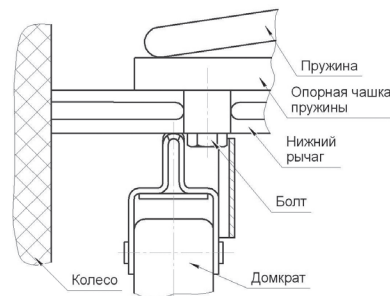

Рис. 4 Схема установки домкрата для снятия переднего колеса
- для снятия переднего колеса подставьте домкрат под болт крепления чашки пружины к нижнему рычагу передней подвески (рис. 4), для снятия заднего колеса подставьте домкрат под балку заднего моста как можно ближе к заменяемому колесу. Вращайте рукоятку домкрата до тех пор, пока колесо не окажется приподнятым на несколько сантиметров над опорной поверхностью;